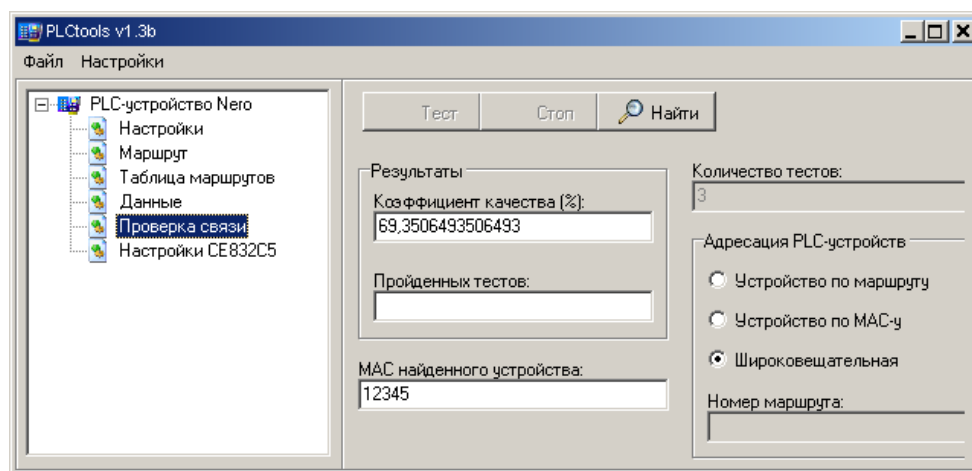

Рисунок 5.24 – Поиск PLC-устройства
**Примечание** – Если MAC-адрес встроенного в счетчик PLC-модуля неизвестен, то перейти на вкладку «Проверка связи» (рисунок 5.24). В разделе «Адресация PLC-устройств» установить указатель «Широковещательная». Нажать кнопку «Найти», адрес найденного устройства отобразится в поле «MAC найденного устройства».